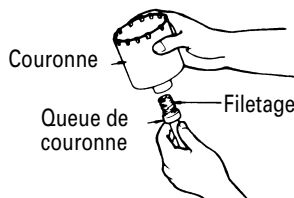

Fig. 26
- (1) Monter la couronne sur la queue de couronne. (Fig. 26)